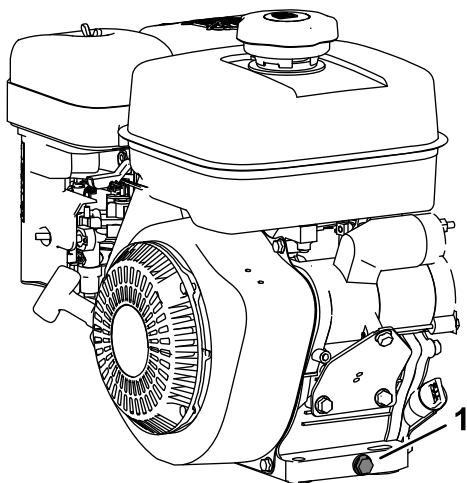

Figure 15
- Sortez la jauge du goulot de remplissage et vérifiez le niveau de liquide dessus (Figure 15).